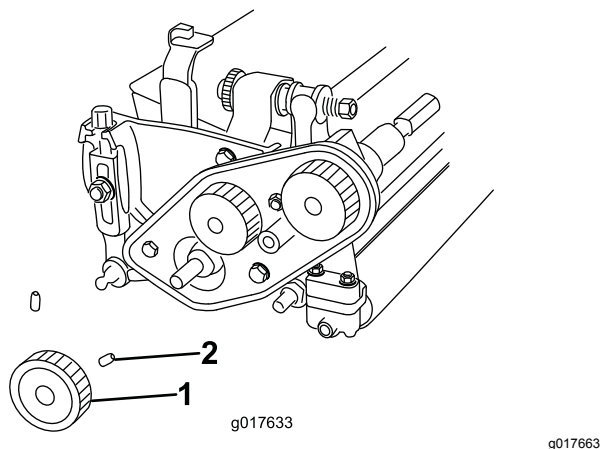

Figura 5
3. Afloje los 2 tornillos de fijación que sujetan la polea inferior y retire la polea del eje del molinete (Figura 5).
- B. Instale la polea inferior en el eje de transmisión del molinete, sujetándola con los 2 tornillos de fijación al eje (Figura 5).